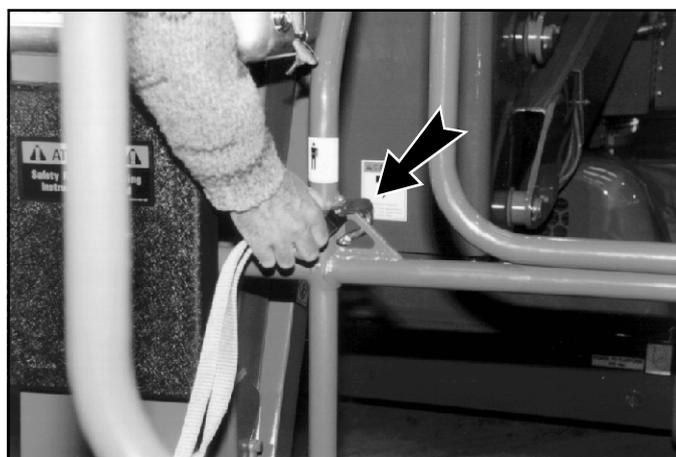

Figure 3 : Point de fixation type pour dispositif antichute
**Toujours** porter un dispositif antichute approuvé, fixé correctement au point de fixation désigné de la plate-forme, pendant la conduite ou l'élévation de la machine (voir figure 3).